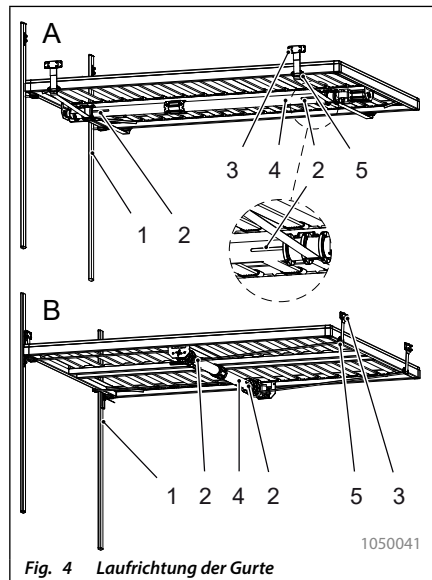

Fig. 4 Laufrichtung der Gurte
- Antriebswelle längs: (Fig. 4/A)
- Antriebswelle quer (Fig. 4/B):
Die Position der Gurtklemmen und somit der Gurte ist durch die Antriebseinheit vorgegeben. Um mehr Variabilität bei der Montage zu erhalten, sind auf der Antriebseinheit an verschiedenen Stellen Gurtbefestigungsbereiche vorgesehen (siehe Fig. 4, Pos. 2).
Von der Einbaurichtung der Antriebseinheit hängt auch die Laufrichtung der Gurte und die Befestigung ab (siehe Fig. 4, Pos. 3).